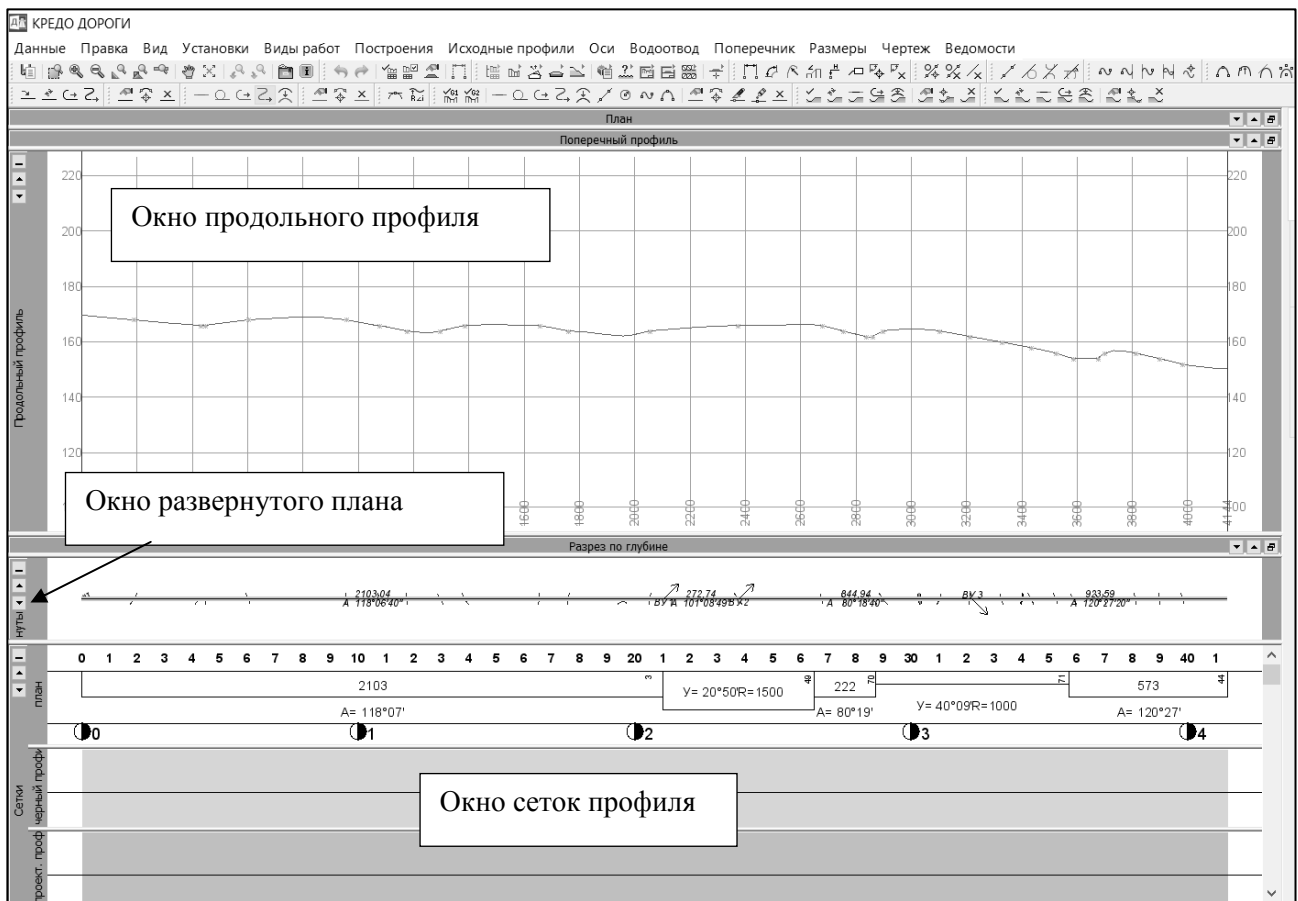

Рис. 7.1. Окно профиля
3. Откроется окно продольного профиля трассы. Настройте представление окон, как показано на рис. 7.1.